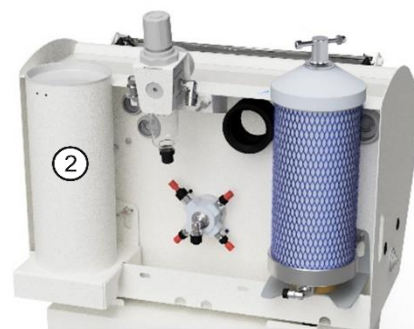

Рис.2
Набор для циркуляционной обработки в литейных лабораториях (Рис.2):
**5.2.3 МС 3.0 АСОЗ (2, Рис. 2, 3)** - модуль струйный с эжекционной системой подачи абразива из открытого стакана, сопло ТС 3.0 М (Ø 3 мм). Элемент системы АСОЗ ПЛЮС.